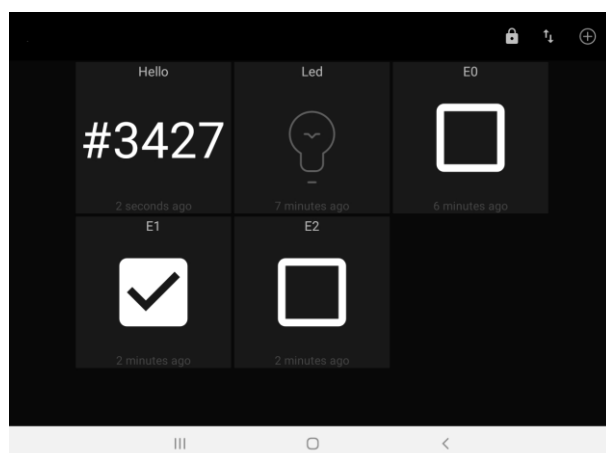

Figura 9 – Tela do projeto no MQTT Dash para controle do servo.
- m) Inicialmente, modifique o projeto do MQTT Dash usado na experiência anterior para a seguinte configuração de *widgets* (vide figura 9):